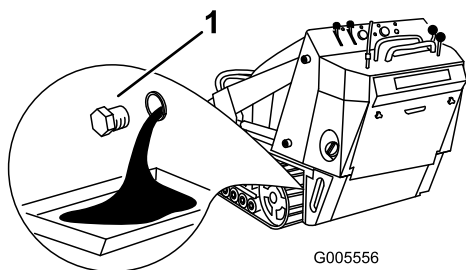

Figura 31
4. Retire el tapón de vaciado (Figura 31).